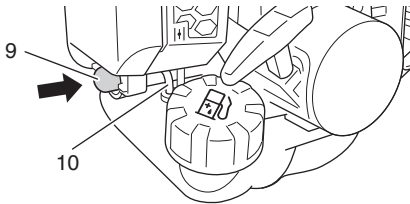

Fig. 9
- (2) Presione el cebador (9) repetidamente para que el combustible fluya por el tubo de retorno (10). (Fig. 9)